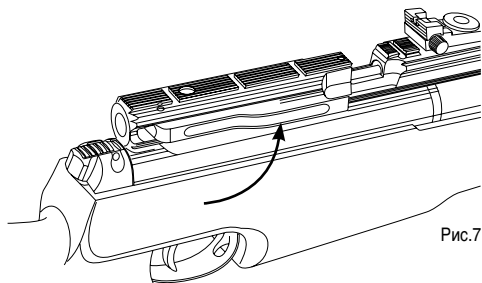

Рис.7
2. Верните рычаг взвода в изначальное положение как изображено на Рис.7.